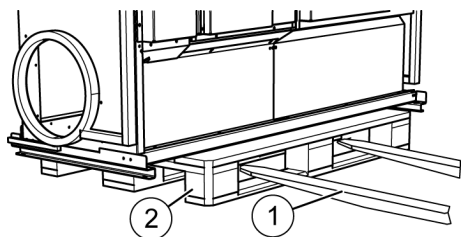

Abb. 23: Hubwagen
- 4.** ➔ Hubwagen (Abb. 23/1) von der breiten Seite in die Palette (Abb. 23/2) einfahren.